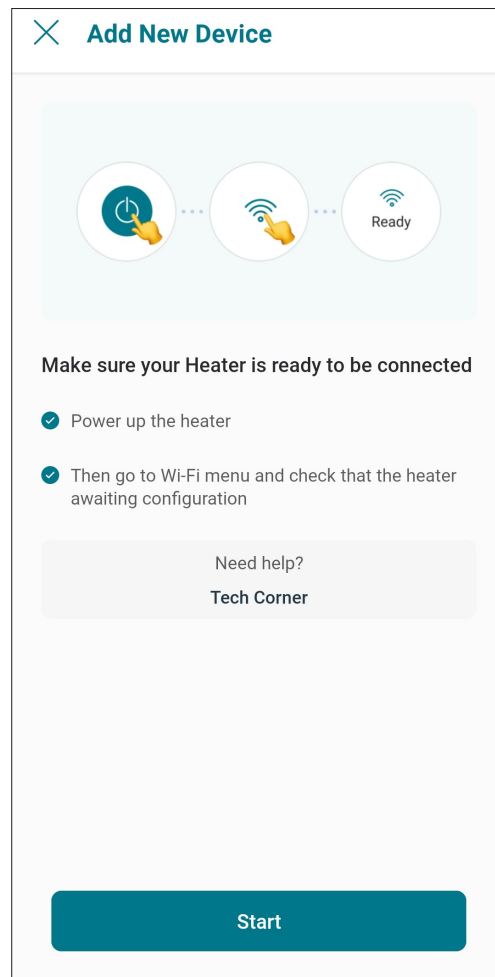

Figure 83. Écran de vérification
2. L'écran "Check your Device" s'affiche. Assurez-vous que l'appareil AVIA est sous tension et que le signal Wi-Fi est présent, puis appuyez sur le bouton "START", voir Figure 83.